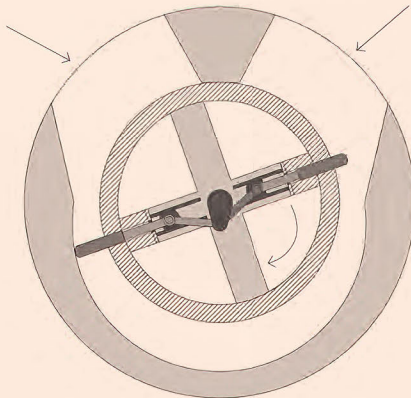

Рис. 2. Схема роторной машины с неподвижным кривошипом
В первом случае — шатуны кривошипов, во втором — толкатели коромысла соединены со штоками лопаток. Роторные машины с указанными ВУ могут иметь две и более лопаток в роторе и содержать четное или нечетное (лопаткам) количество функциональных полостей. Поясняя способ работы данной роторной машины, рассмотрим самый простой ее вариант построения (рис. 2) — с ВУ, содержащим неподвижный кривошип. Роторная машина имеет одну функциональную полость и две лопатки, диаметрально противоположно расположенные в спицах ротора. На шейке кривошипа есть два шатуна, шарнирно соединенных со штоками лопаток. Относительное вращение ротора заставляет выдвигаться и задвигаться лопатки, что составляет рабочий цикл за один оборот ротора. На рис. 2 показан момент, когда первая лопатка (по ходу вращения), воспринимая давление РТ, совершает работу, а вторая проходит зону впускного окна. При этом вторая лопатка «затеняет» первую настолько, насколько сама воспринимает давление РТ задней гранью.
- ранее показанная машина с неподвижным кривошипом (рис. 2), самая простая и для простых устройств;